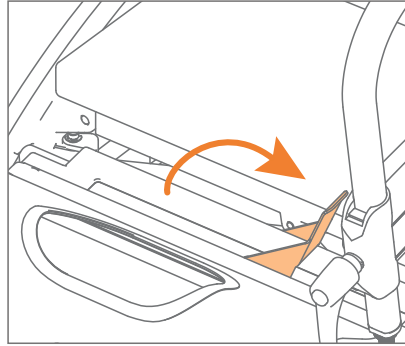

Abbildung 56: Entriegeln des Rollstuhlpackets.
- a. Ziehen Sie den roten Griff ohne Kraftaufwand nach oben. Auf diese Weise werden die Verriegelungsbolzen eingezogen und das Rollstuhlpaket entriegelt (**Abbildung 56**).